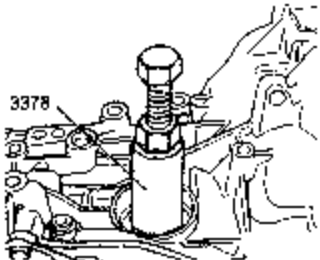

图 7-161 装入滚珠轴承
- (1) 压入带槽滚珠轴承以及锥形环和弹簧，如图 7-161 所示。